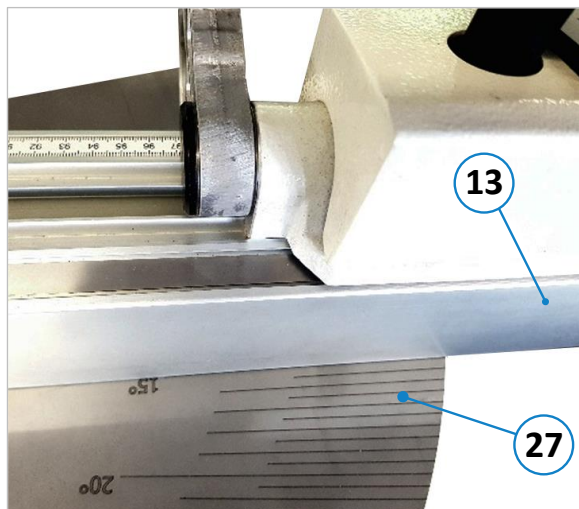

Figure 29 : échelle pour les coupes d'angle biaisées
- Faire glisser le guide télescopique (13) sur le repère de 15° du panneau (27), voir ⇒ Figure 29).